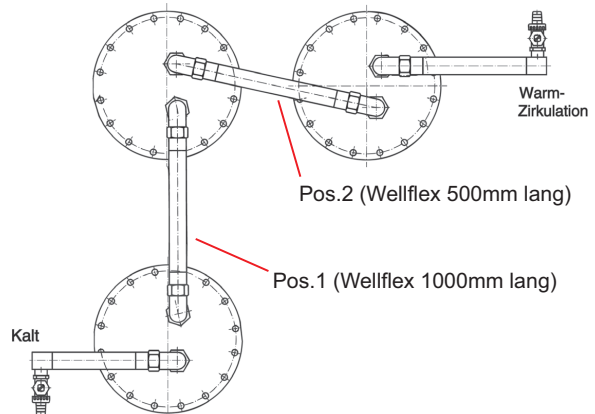

Abb.1: Anschlussschema PWD 750
- 1) Wellrohr (1000 mm lang, Pos. 1) am oberen Anschluss des Vorwärm-Wärmetauschers und am unteren Anschluss des oberen linken Wärmetauschers montieren (Abb. 1)
- 2) Wellrohr (500 mm lang, Pos. 2) am oberen Anschluss des linken Wärmetauschers und am unteren Anschluss des rechten Wärmetauschers anschließen (Abb. 1)